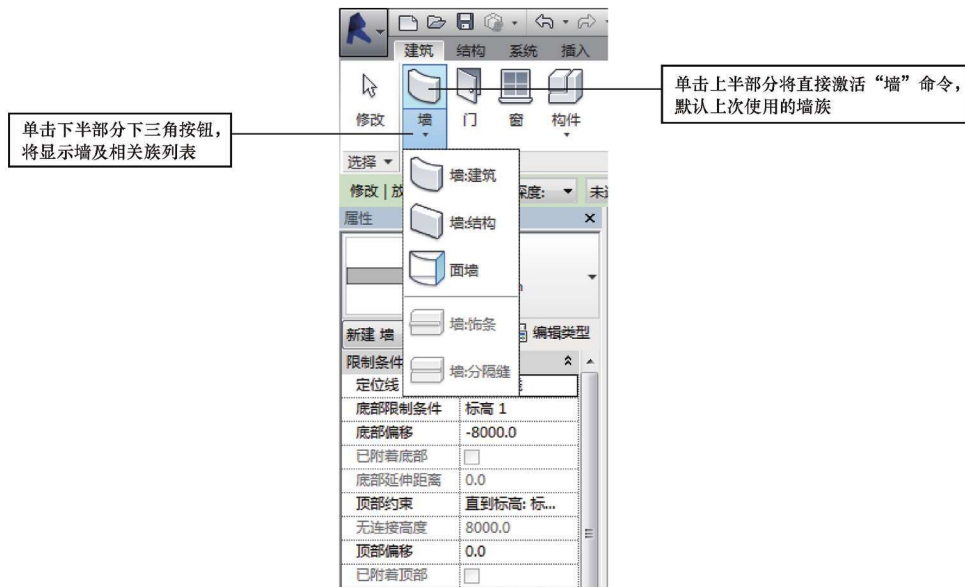

图 1-9
(2) 下拉按钮：如图 1-9 所示“墙”包含一个下三角按钮，单击可以显示附加的相关工具。
(3) 分割按钮：调用常用的工具或显示包含附加相关工具的菜单。